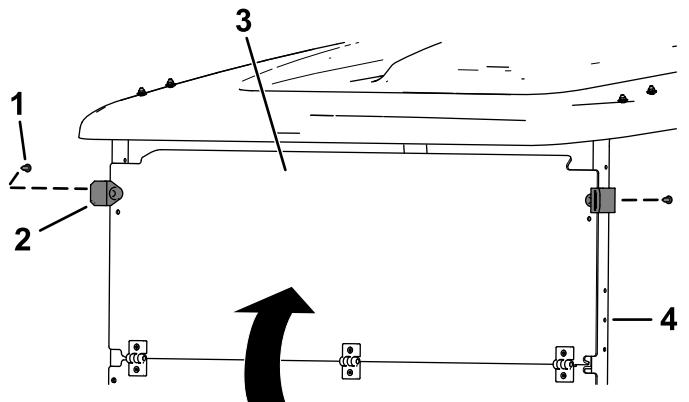

Figura 2
1. Despliegue el parabrisas y sujeté la parte superior del parabrisas a los tubos de soporte de la capota usando las 2 abrazaderas de goma y 2 remaches de plástico cortos en los taladros superiores (Figura 2).